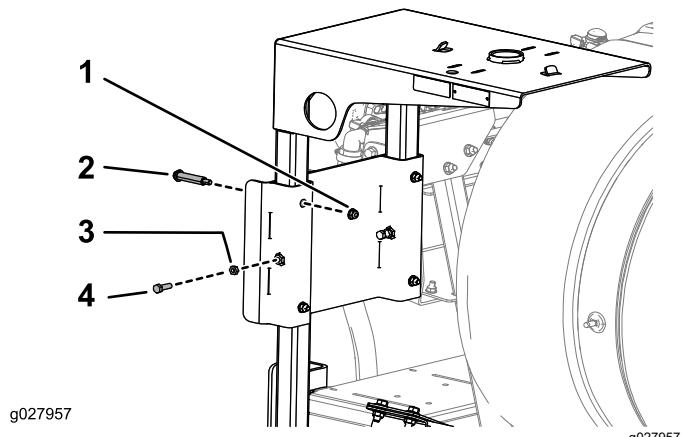

图 14
6. 如图 14 中所示将软管卷架插到卷架支撑托架的插槽中并使用 4 个轴肩螺栓、4 个凸缘螺母 $5/16$ 英寸 - 18 英寸、2 个螺栓 $5/16$ 英寸 - 18 x 1 英寸和 2 个锁紧螺母 $5/16$ 英寸 - 18 英寸固定好卷架。